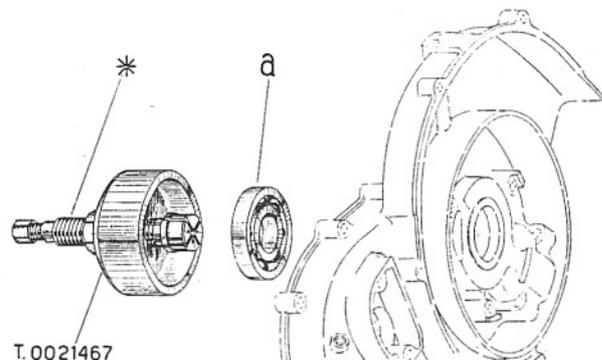

Fig. 19/C - Cuscinetti albero motore (se eventualmente rimangono nel carter).
N.B. - L'operazione può effettuarsi solo se il cuscinetto di banco lato volano resta montato sull'albero motore; se invece rimane nel semicarter, prima di smontare l'anello di tenuta occorre togliere il cuscinetto secondo il procedimento illustrato in fig. 19/C.